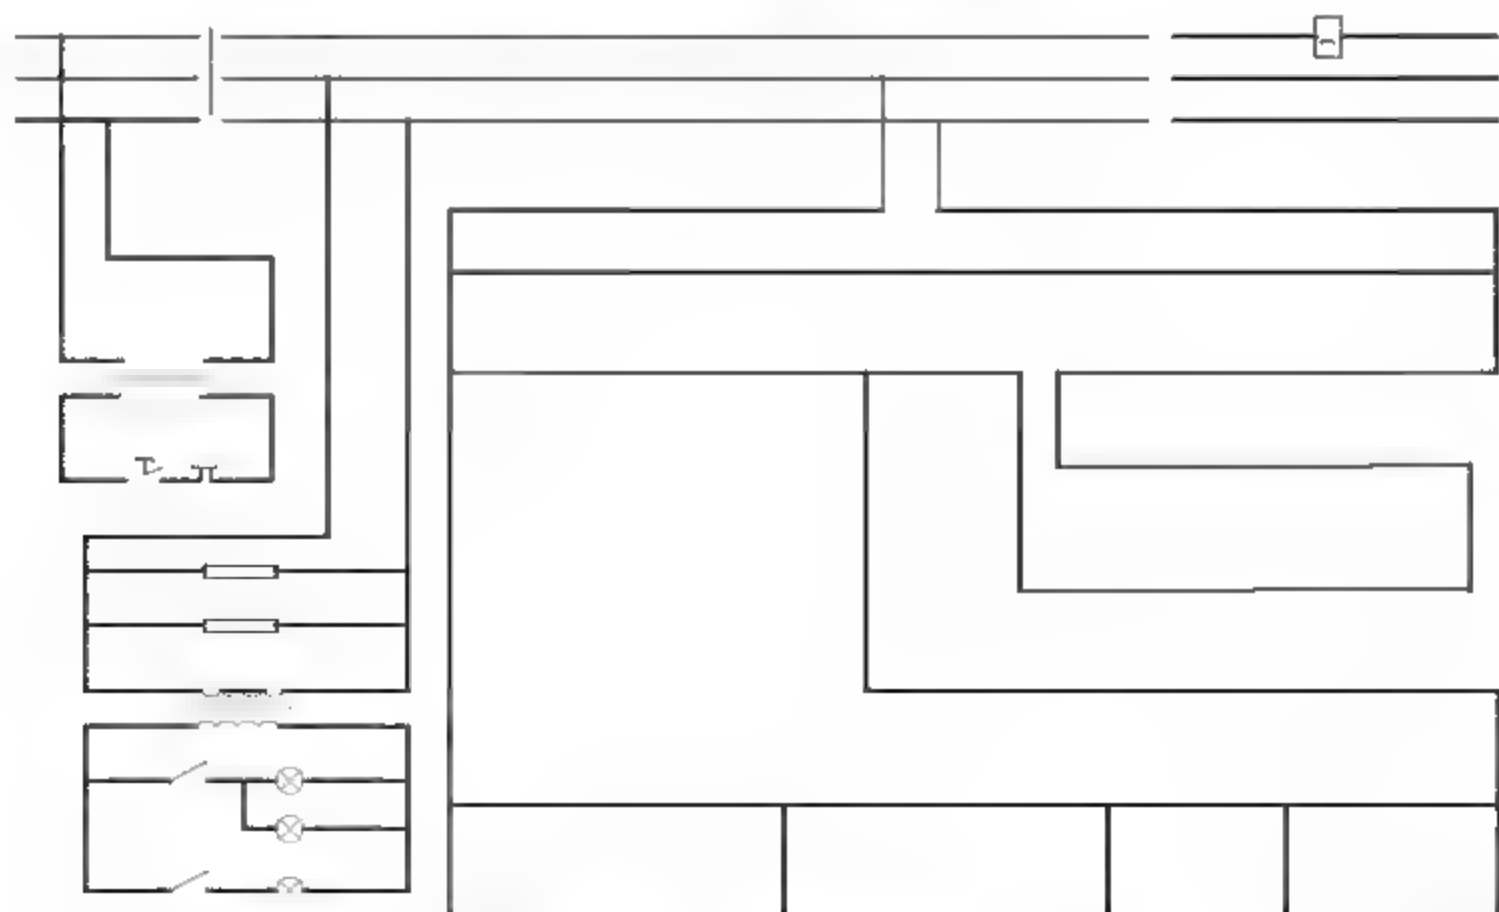

图11-31 修剪线路
**10** 调用TR【修剪】命令，修剪线路，结果如图11-31所示。